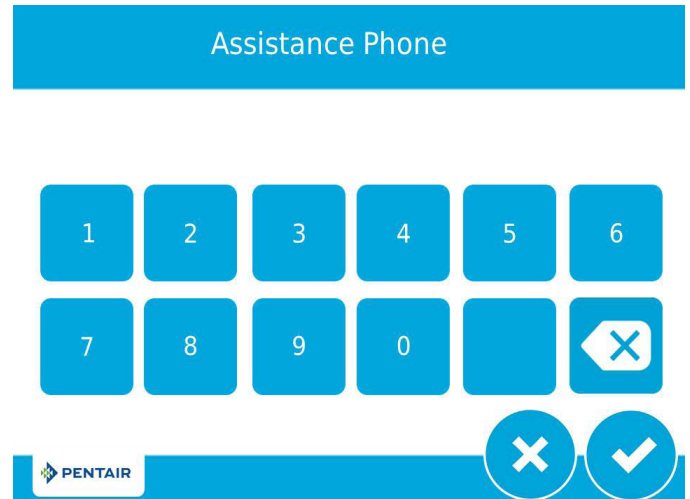

Figure 6 Écran Assistance Phone (Téléphone de la société/personne à contacter)
3. Après avoir appuyé sur , l'écran Assistance Phone (Téléphone de la société/personne à contacter) (Figure 6) s'affiche.
4. Après avoir appuyé sur , l'écran Assistance Interval (Intervalle d'entretien) (Figure 6) s'affiche.